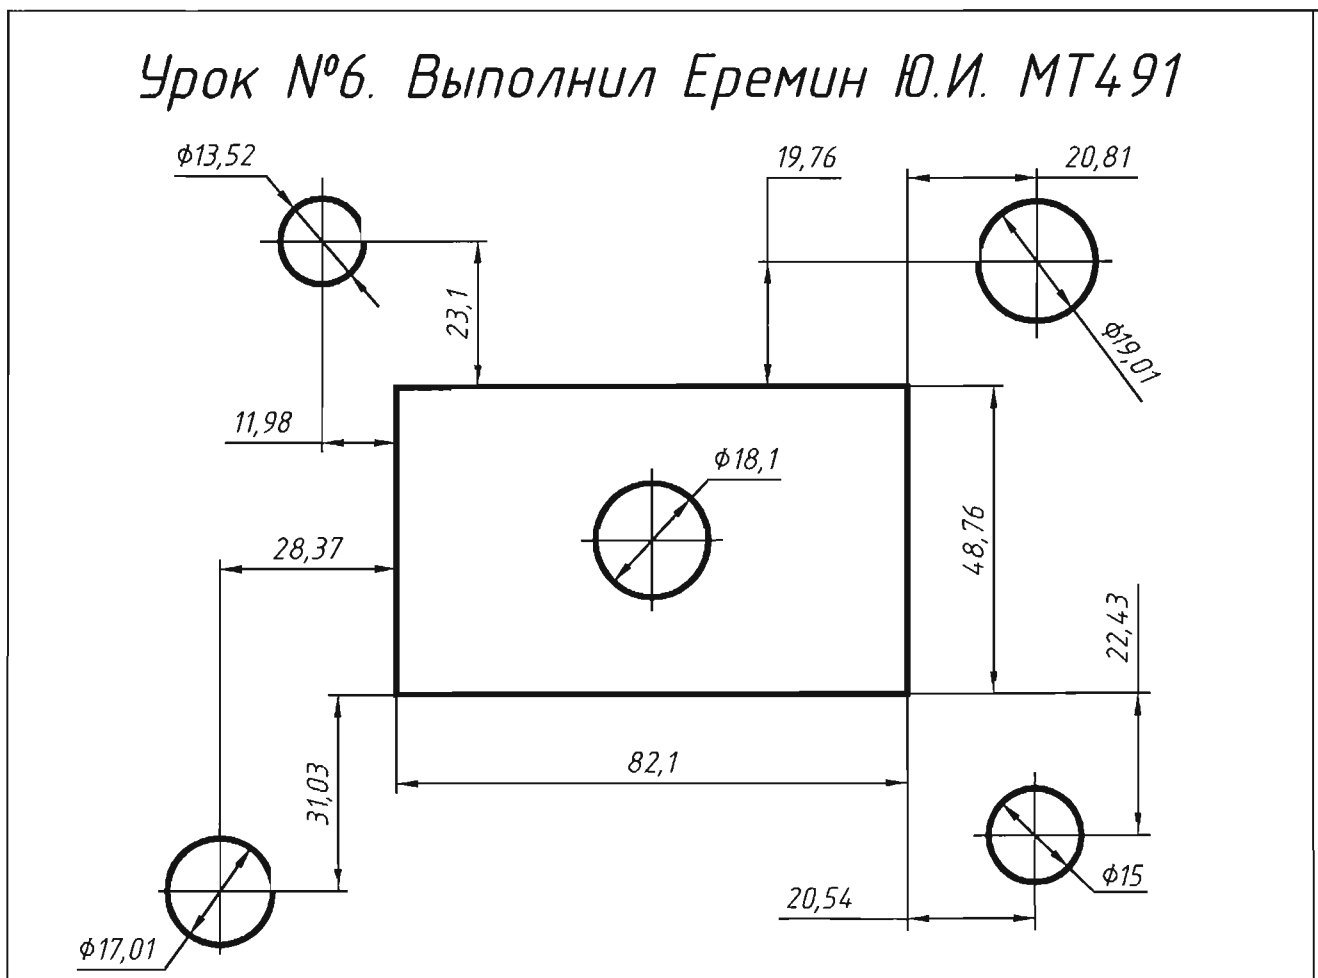

Рис. 7.1. Чертеж к заданию №1
7.2.1. Выполнить чертеж, проставить размеры. Отметить центры окружностей центровыми маркерами (рис. 7.1).